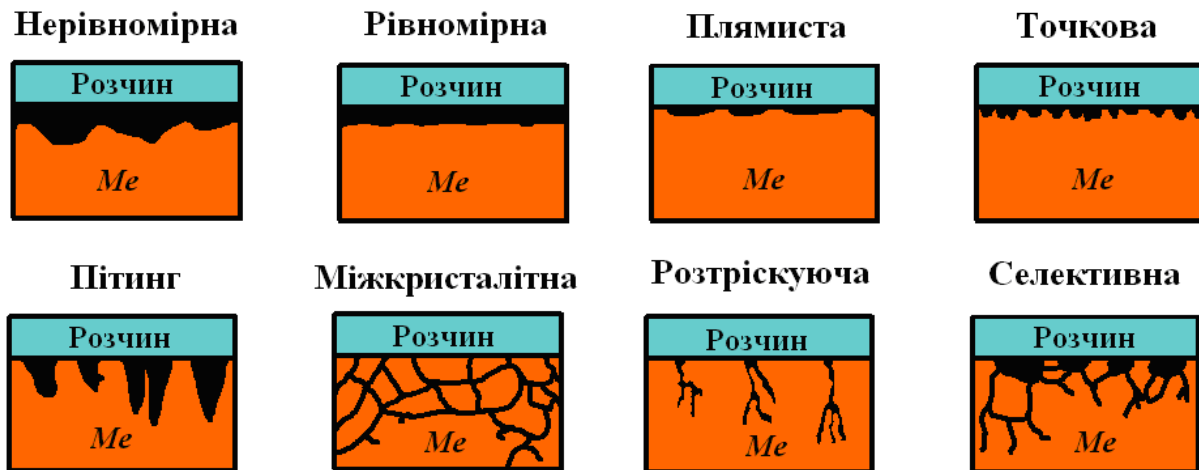

Рисунок 5.2 – Види корозії за характером руйнування металу
2. За характером руйнування металу розрізняють загальну (суцільну) та місцеву (локальну) корозію (рис. 5.2). Суцільну корозію поділяють на **рівномірну** та **нерівномірну** залежно від глибини та площі корозійного руйнування поверхні металу. При місцевій корозії руйнуються окремі ділянки поверхні металу, при цьому ступінь їх пошкодження неоднаковий. **Плямиста** корозія відрізняється руйнуванням металу на порівняно невелику глибину, **виразкова** корозія – більшою глибиною проникнення. **Точкова** корозія та **пітинг** пов'язані з руйнуванням металу у вигляді точкових пошкоджень, які для тонкошарових виробів можуть переростати у наскрізні. **Міжкристалітна** корозія поширюється вздовж країв кристалічних зерен металів або сплавів, **селективна** обумовлена розчиненням одного з компонентів сплаву.